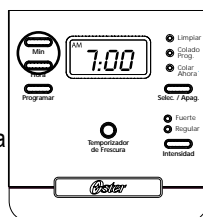
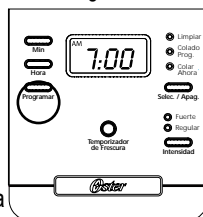

figura 1
figura 3
2. Presione y mantenga oprimidos los botones de “Hora” y “Min.” hasta que el reloj marque la hora actual. Los indicadores de AM o PM se encenderán en la parte inferior de la pantalla (Figura 1 & 2).
Mientras el panel digital esté en la modalidad de reloj, simplemente oprima el botón “Programar” (Figura 3) y programe la hora de colado presionando los botones de la “Hora” y “Min.” (Figura 1). El indicador AM o PM se iluminará en la parte inferior del visualizador del reloj.